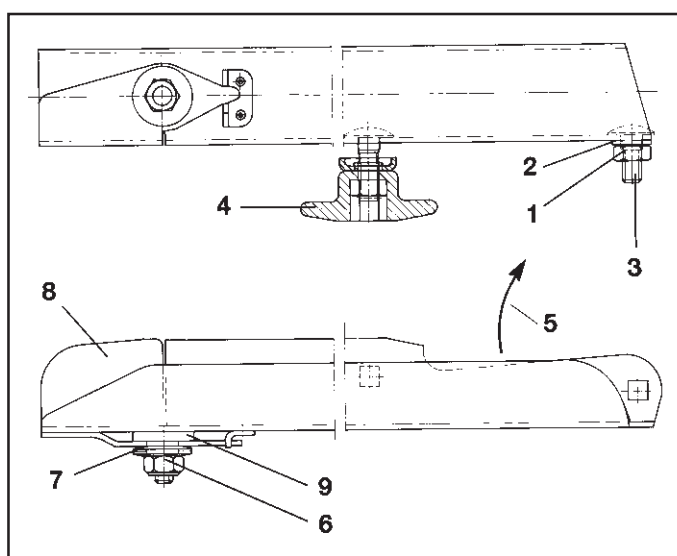

Fig. 9.6
- Zelfborgende moeren (fig. 9.6/1) losdraaien.
- Verwijderen van de onderlegring (fig. 9.6/2) en de vlakke ronde bout (fig. 9.6/3).
- Vleugelmoer (fig. 9.6/4) losdraaien en de strooischoep wegnemen.
- **De zelfborgende moeren (fig. 9.6/1) zo vast aandraaien, dat de strooischoepen nog met de hand te verstellen zijn.**
Let U op de juiste montage van de strooischoepen. De open zijde van de U-vormige strooischoep wijst in de draairichting (fig. 9.6/5).
- Zelfborgende moer (messing CuZn) (fig. 9.6/6) losdraaien en samen met schotelveren (fig. 9.6/7) verwijderen.
- Zwenkvleugels (fig. 9.6/8) vervangen.
Let op de kunststofring (fig. 9.6/9) tussen de strooischoep en de zwenkvleugel.
- Zelfborgende messing moer (fig. 9.6/6) met draaimoment van 6-7 Nm aantrekken, zodat de zwenkvleugel nog met de hand verstelbaar is. Tijdens het gebruik mag deze niet uit zichzelf naar boven kunnen gaan.